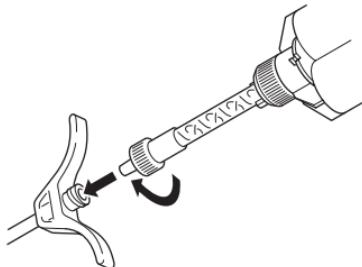

图4 - 将 Cortoss 混合输注头连接到水泥套管
1. 将 Cortoss 混合输注头连接到水泥套管(图4)。